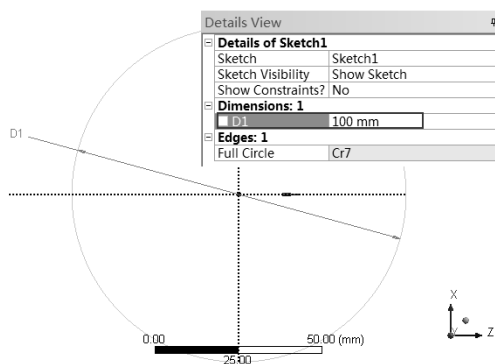

图 14-51 标注
Step6: 选择 Dimensions Diameter 命令,创建如图 14-51 所示的直径标注,在 D1 栏中输入 100mm。